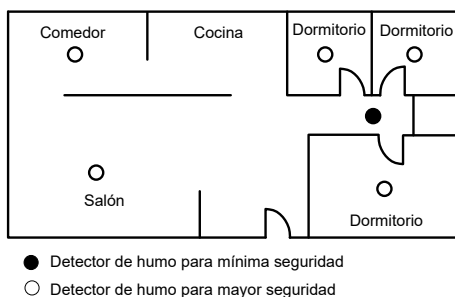

Figura 1: Ubicaciones de instalación para detectores de humo/calor en casas o apartamentos unifamiliares con una sola zona de dormitorio
- Instale el detector de humo/calor en el pasillo, fuera de las distintas zonas de dormitorios (*ver la Figura 1*). Se necesitan dos detectores en construcción con dos zonas de dormitorios.